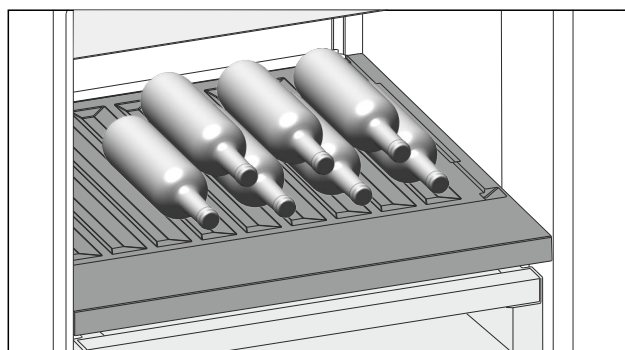

Fig. 125
- Láhve ukládejte dnem dozadu k zadní stěně. (viz Fig. 125)